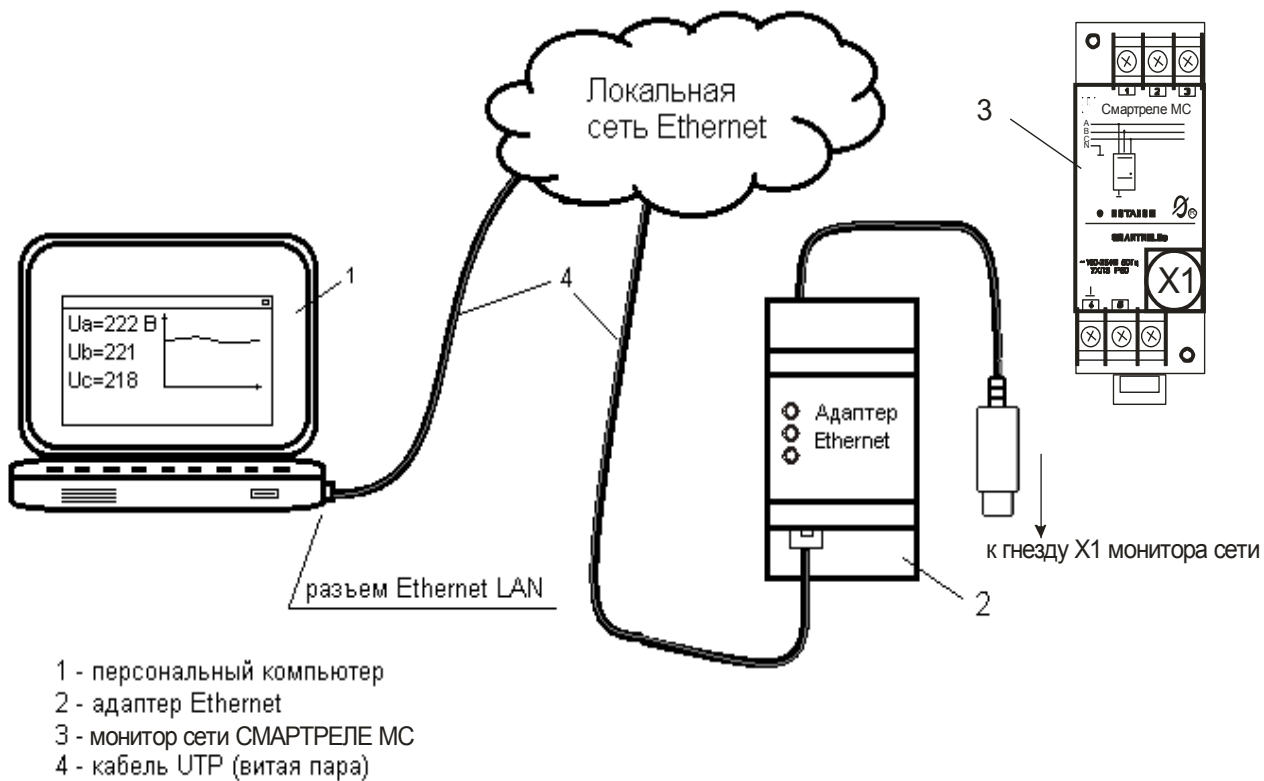
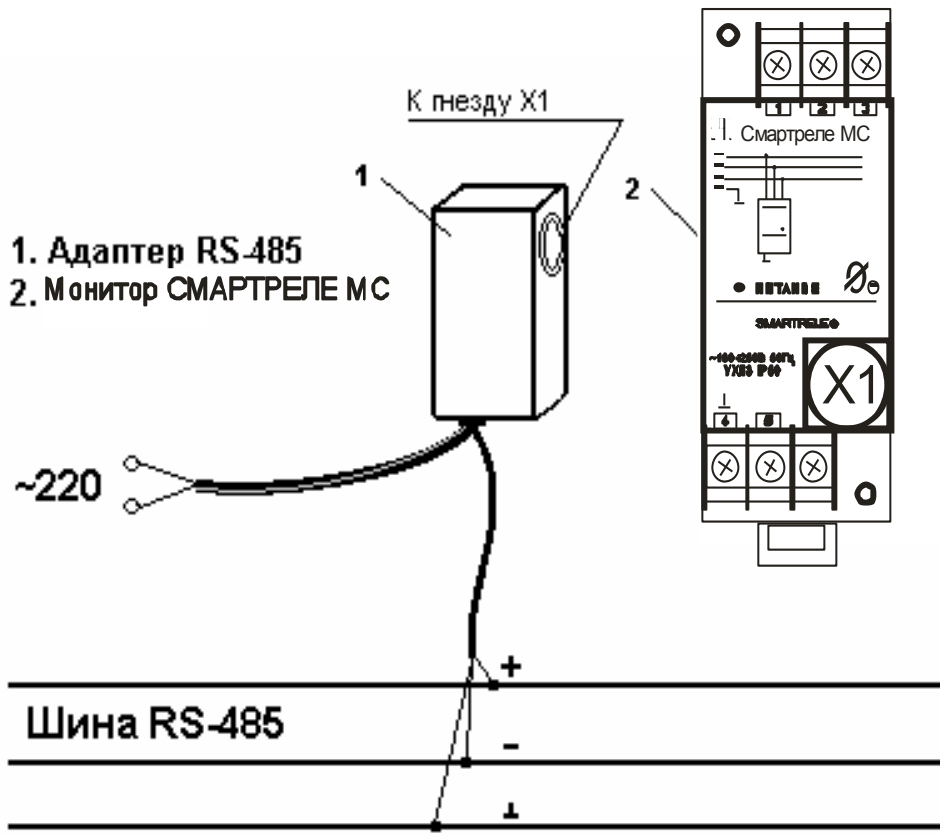
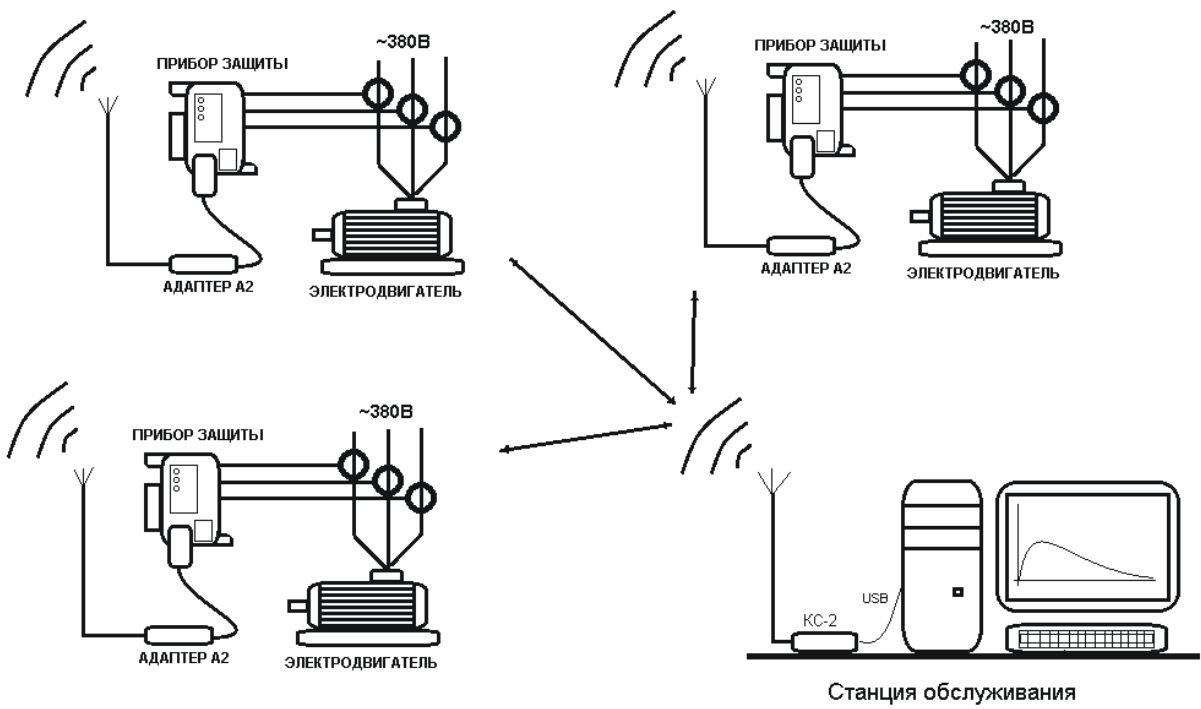

Рисунок 3 – подключение монитора СМАРТРЕЛЕ МС в локальную вычислительную сеть с помощью Адаптера Ethernet
Рисунок 4 – подключение монитора сети СМАРТРЕЛЕ МС к шине RS-485 с помощью Адаптера RS-485
Рисунок 5 - подключение монитора СМАРТРЕЛЕ МС с помощью Адаптера беспроводной сети А2
4.3 Считывание информации от монитора и передача ее на компьютер осуществляется с помощью Адаптера Ethernet (рис.3), Адаптера RS-485 (рис.4) или Адаптера беспроводной сети A2 (рис.5)..
7.1 При использовании Адаптера Ethernet, соедините зонд бесконтактного интерфейса Адаптера Ethernet с разъемом X1 монитора (рис. 3). Подключите Адаптер Ethernet к локальной вычислительной сети и настройте согласно паспорта (ЮИПН 203127.002 ПС).
7.2 При использовании Адаптера RS-485, соедините Адаптер RS-485 с разъемом X1 монитора (рис. 4). Подключите Адаптер RS-485 к шине RS-485 и настройте согласно паспорта (ЮИПН 203127.004 ПС).
7.3 При использовании Адаптера A2, соедините Адаптер A2 с разъемом X1 монитора (рис. 5). Подключите Адаптер A2 и настройте согласно паспорта (ЮИПН 203127.005 ПС).